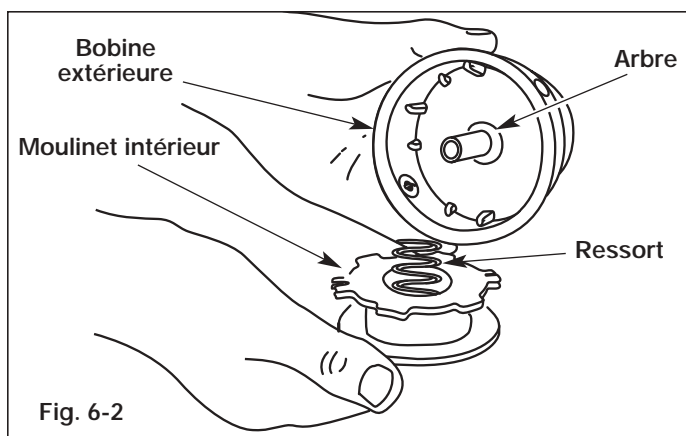

Fig. 6-2
2. Retirez le moulinet intérieur de la bobine extérieure (Fig. 6-2).
3. Retirez le ressort du moulinet (Fig. 6-2).
2. Retirez l'ancien moulinet intérieur de la bobine extérieure (Fig. 6-2).
3. Retirez le ressort de l'ancien moulinet intérieur (Fig. 6-2).